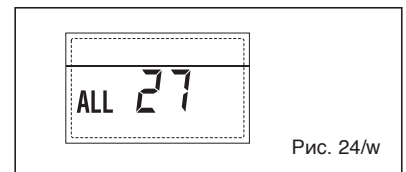

Рис. 24/в
**– НЕПОЛАДКА СООТВЕТСТВИЯ ВХОДА (S3) ТОЛЬКО ДЛЯ УСТАНОВКИ 7 “ТРЕВ 28” (fig. 24/у)**